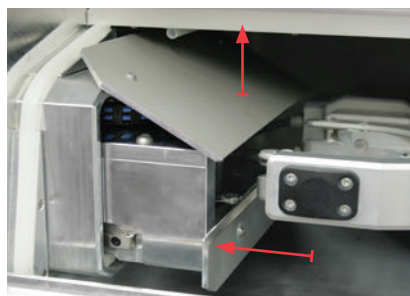

ABBILDUNG 10: ENTRIEGELUNGSSCHLITTEN IN ARBEITSRAUM
- M8.** Halten Sie die Schlittenklappe mit einer Hand auf und drücken Sie mit der anderen Hand den Entriegelungsschlitten in Richtung des Rohlingsmagazins bis zum Anschlag (siehe Abbildung 10).